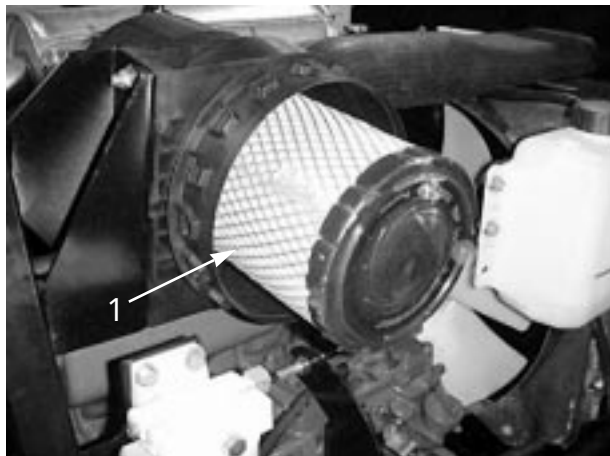

図 29
- 2 . 一次フィルタ (図 29) を静かに引き出す。ごみが落ちるので、フィルタをボディーに打ちつけないように注意すること。また、安全フィルタ (図 30) は取り出さないこと。